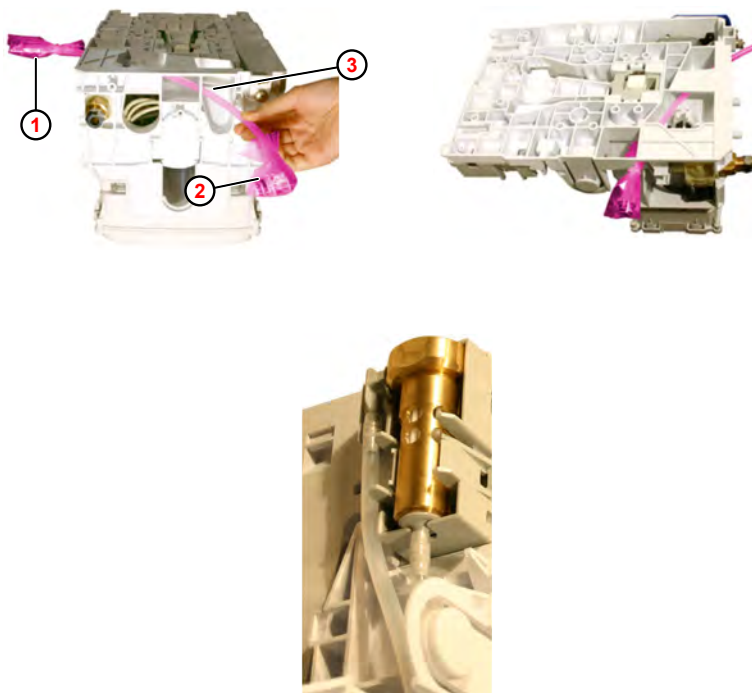

Fig. 20: Montaggio alimentazione acqua
1. ➤ Inserire il tubo dell'acqua (Fig. 20 , ①) dal basso attraverso l'apertura ③ nella parete posteriore dell'alloggiamento.
4. ➤ Togliere la confezione di protezione di entrambi i nippli di collegamento ② .